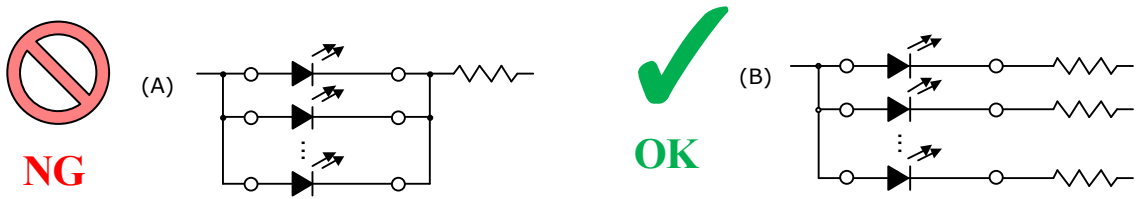

图 15. COB 的电路
如果使用如图 15 的并联电路，(A) 电路可能因为各 COB 的正向电压偏差，使流入到各 COB 中的电流出现不均。